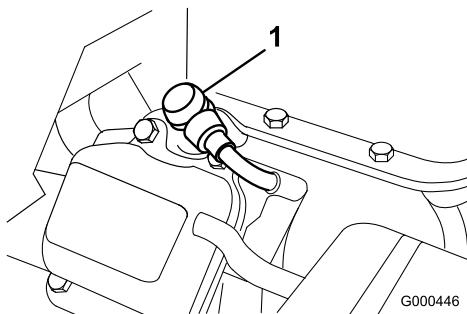

Figure 24
- Débranchez la bougie (Figure 24).